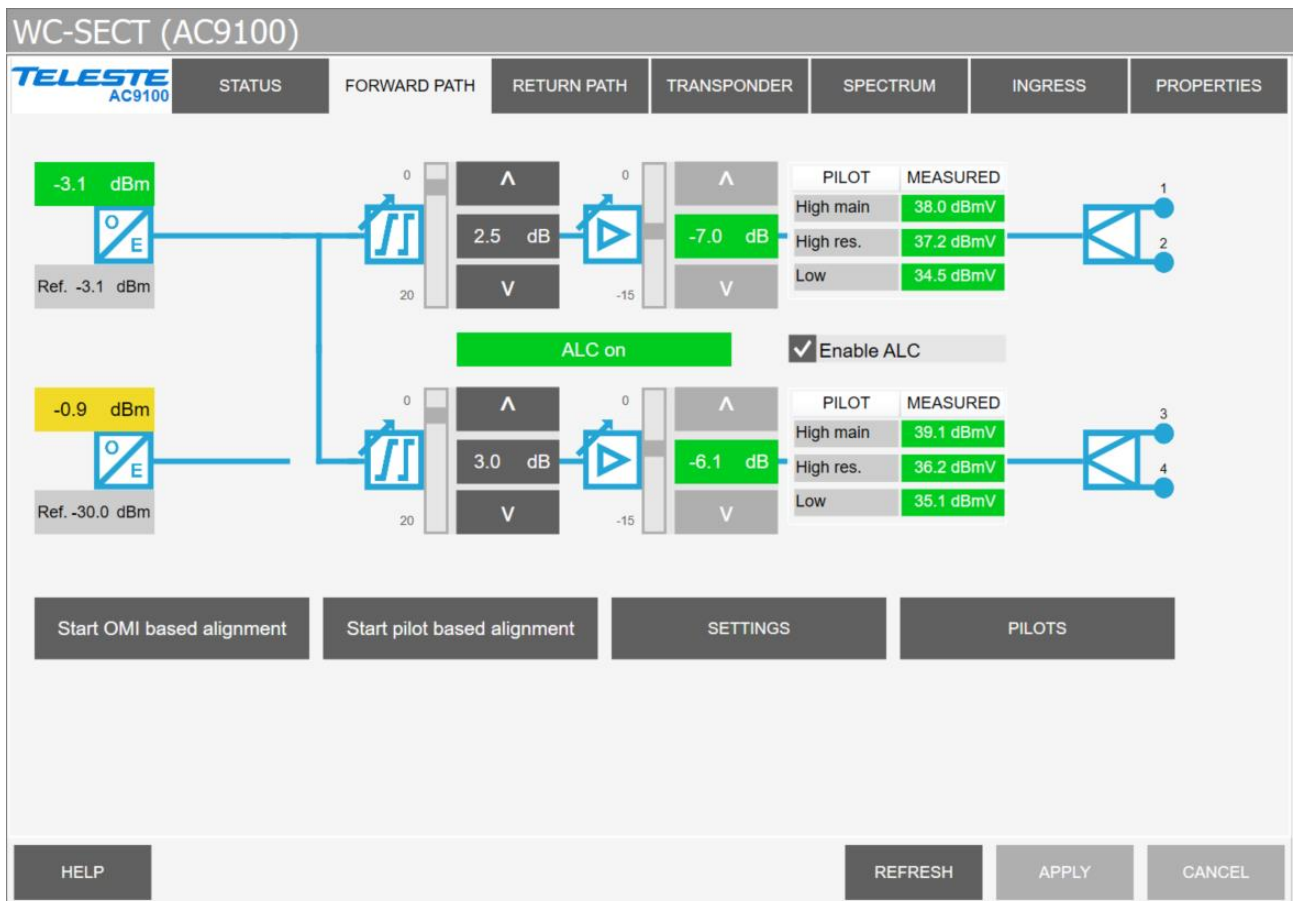
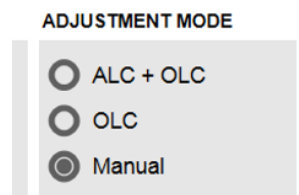

Fig. 5
Fig 5b (AC9100)
- Vink **Enable ALC** uit (Off), zie fig. 5 voor AC9100 NEO (*Bij AC9100 **Adjustment mode** op **manual** fig 5b)
- Klik op de knop **Settings** in het **Forward Path** tabblad. (Fig. 5)